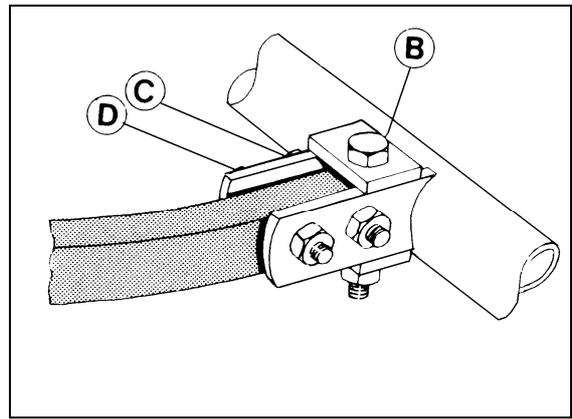

Рис. 32
Чтобы изменить положение иглы (рис. 32) сначала надо ослабить винты (С) и (D), потом ослабить винт (В) и ввинчивая или вывёртывая, определяем соответственное положение иглы. Потом надо вновь завинтить винт (В) и винты (С) и (D).